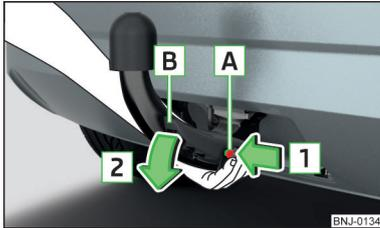

Abb. 139
- Die Kugelstange **von unten** fassen » Abb. 139.